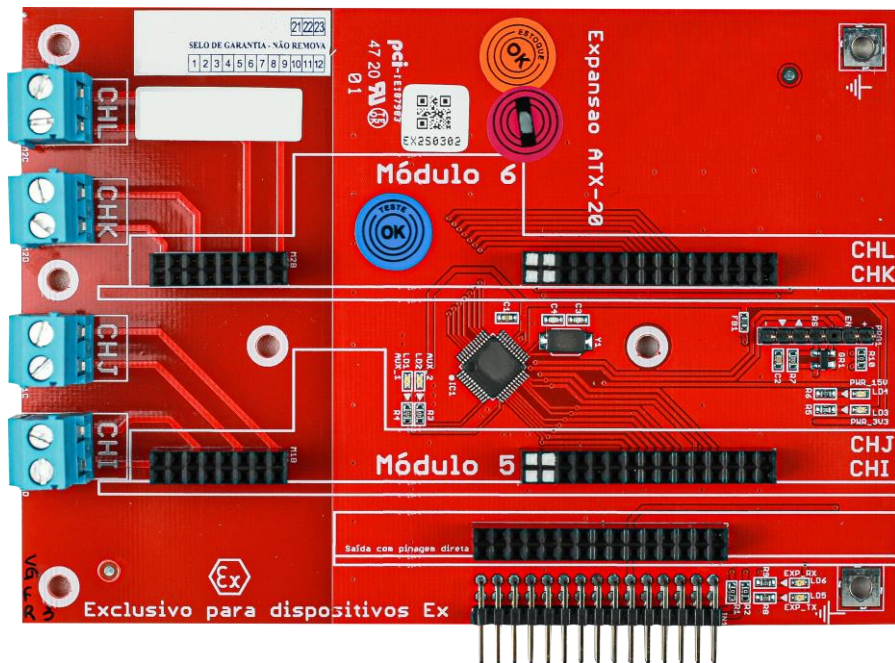

Figura 5 - Placa de Expansão de 3 e 2 *slots*
Possui 2 *slots* para módulos intrinsecamente seguros (IS), permitindo um total de 4 canais de comunicação independentes. A Placa de Expansão é mostrada na Figura 5.